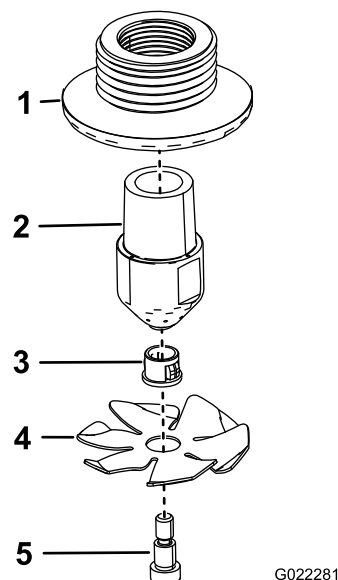

Figura 7
1. Instale os dois bicos de lavagem como se mostra em Figura 7.